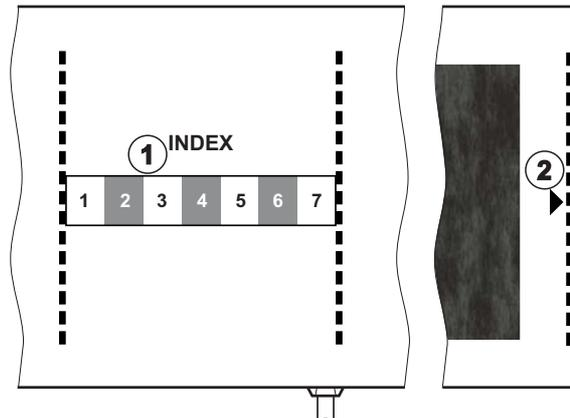

Fig. 11-6 Marcas para la adecuación del tamaño del manguito
El tamaño del manguito es el adecuado para la circunferencia del brazo del paciente si la línea a puntos marcada con una flecha (en el borde del manguito, véase Fig. 11-6, ② ) se encuentra dentro del rango marcado con "INDEX" ( ① ) al posicionar el manguito.